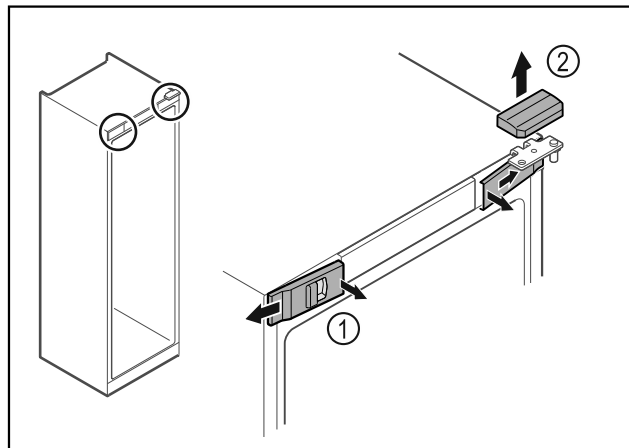

Fig. 7 *
- Décrocher les caches avant Fig. 7 (1) du côté intérieur et les retirer vers l'extérieur.*
- Retirer le cache supérieur Fig. 7 (2) vers le haut.*